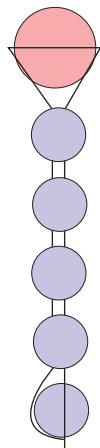

Рис. 6. Игольчатое плетение
5. Техника игольчатого плетения (*рис. 6*). При этом способе плетения после того, как на один из концов проволоки нанизали последнюю бисеринку, нужно пройти проволокой в обратном направлении через оставшиеся бисеринки.